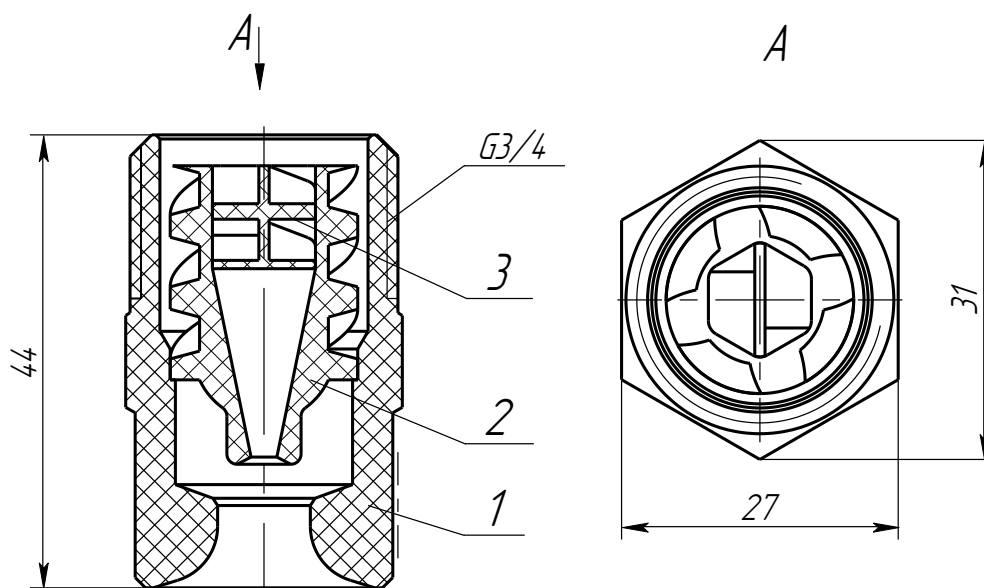

Рисунок 1 – Схема насадка
3.1 Насадок включает в себя корпус 1, завихритель 2 и вкладыш 3 (см. рисунок 1).